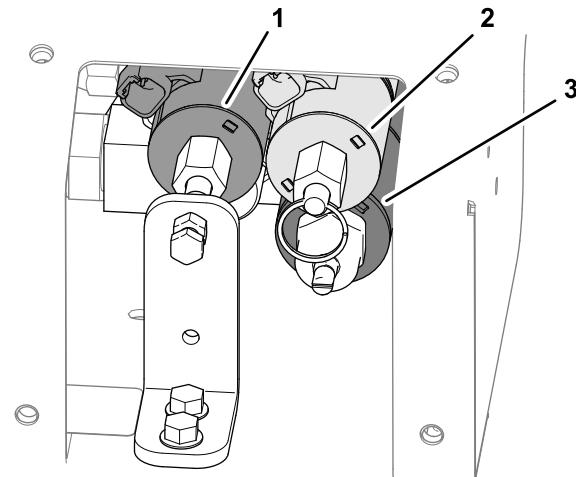

Figura 28
3. Individuate le 3 valvole di controllo (Figura 28).